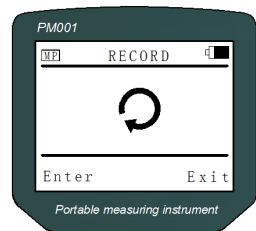

图 14 重置压力记录界面
- 第三步：系统进入菜单界面，短按方向键移动光标，选中《3.重置记录》，如图 14 所示；
- 第六步：短按 Enter 键进入重置压力记录界面，短按 $\frac{Del}{Exit}$ 键退出重置压力记录界面，如图 14 所示；